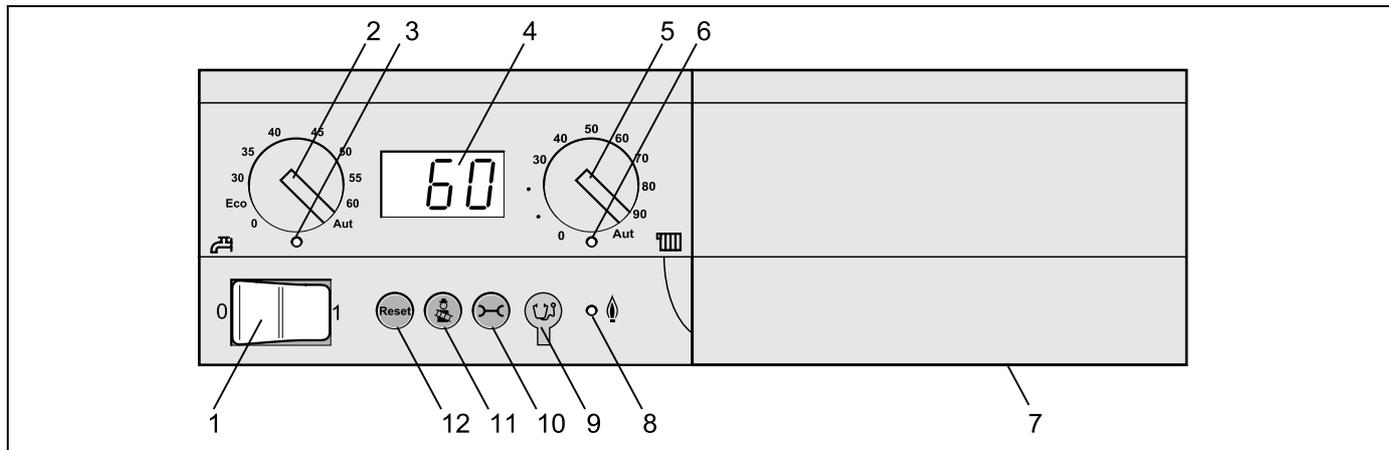
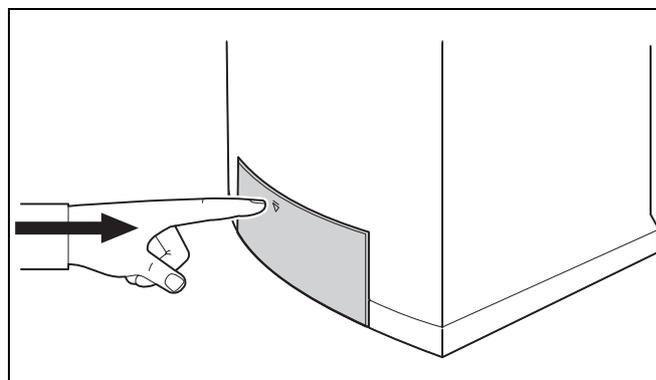

Fig. 1 Regolatore di base BC10 - elementi di servizio
Fig. 2 Apertura e chiusura del pannello di servizio
- pos. 4: Display dell'indicazione di stato
- pos. 5: Manopola per la temperatura massima dell'acqua della caldaia
- pos. 6: LED "Richiesta di calore"
- pos. 7: Piastra di fondo con alloggiamento per un'ulteriore unità di servizio (dietro la copertura)
- pos. 8: LED "Bruciatore" (On/Off)
- pos. 9: Presa di collegamento per spina di diagnostica
- pos. 10: Tasto "Indicazione di stato"
- pos. 11: Tasto "Spazzacamino"
- pos. 12: Tasto "Reset" (tasto di riarmo)
- Aprire il pannello di servizio premendo brevemente (fig. 2). Il cassetto si apre. Il pannello di servizio è costituito dal regolatore di base BC10 (fig. 1); accanto a destra può essere montata un'ulteriore unità di servizio RC (ad esempio, RC30). È anche possibile installare l'unità di servizio RC in una stanza d'abitazione, in modo da controllare comodamente l'impianto di riscaldamento dall'interno dell'appartamento.